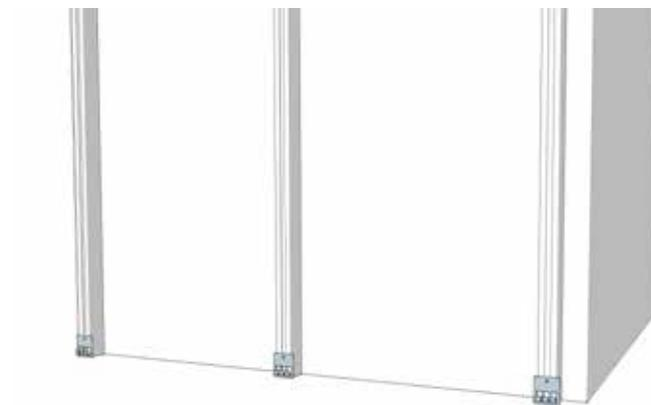

Figura 3
- 1 Instala los sujetadores iniciales para los tableros de pared (HLPM-030-2), como se muestra en la Figura 3: